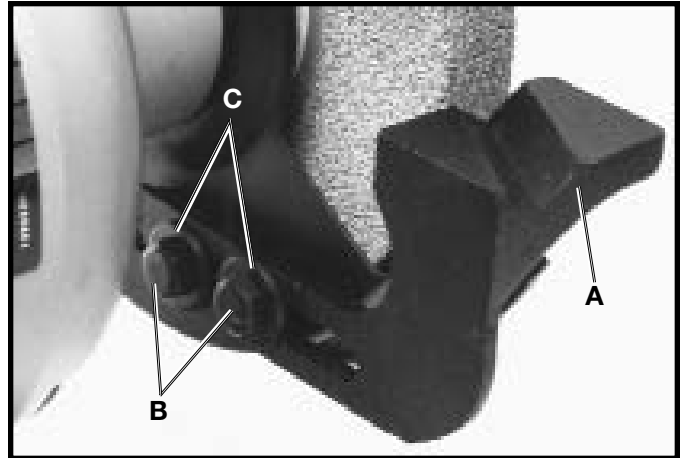

Fig. 3
1. Ensamble el portaherramientas con ranura en V (A) Fig. 3, al interior del protector de rueda derecho mediante el uso de los dos tornillos con cabeza hexagonal de 5/8 pulg. de largo 5/16-18x5/8"(B) y arandelas planas 3/4"(C).